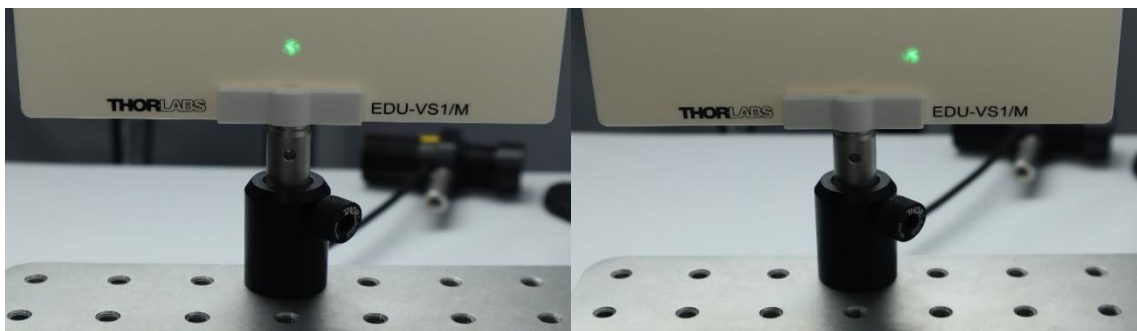

Abbildung 8: Position des Laserspots; links: korrekte Position, rechts: falsche Position
10. Die Laserspots sollten sich genau mittig auf dem Schirm überlagern (s. Abb. 8 - links). Falls nicht, führen Sie Schritte a. bis c. zur Optimierung so oft durch, bis dies der Fall ist.